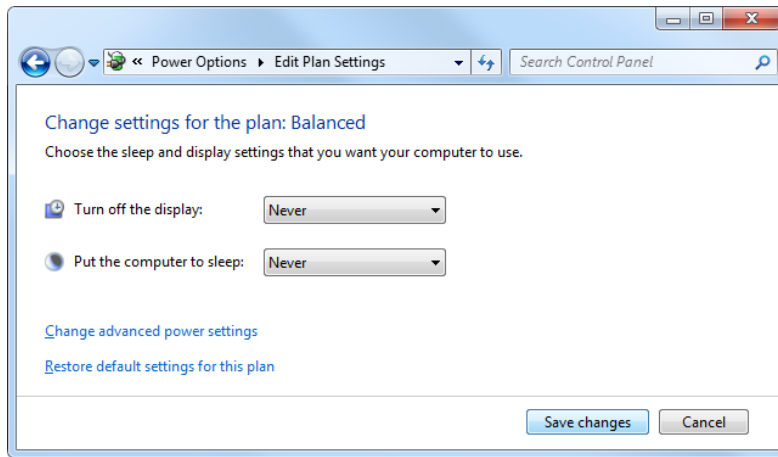

Figure 1-8 Configuration des options d'alimentation dans Windows XP
- b) Réglez les paramètres **Turn off the display** et **Put the computer to sleep** à **Never** dans le menu contextuel qui apparaît (voir la Figure 1-8 à la page 31).